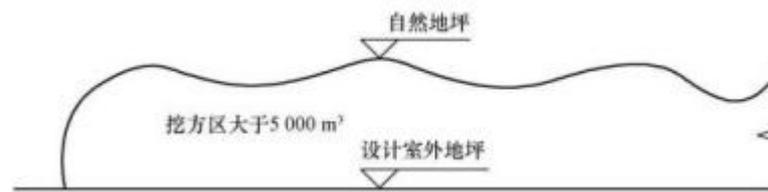

图 1-3 单独土石方
(4) 单独土石方、基础土石方的划分。本部分第一节单独土石方子目，适用于自然地坪与设计室外地坪之间、挖方或填方工程量 $>5000\text{ m}^3$ 的土石方工程，如图 1-3 所示；且同时适用于建筑、安装、市政、园林绿化、修缮等工程中的单独土石方工程。